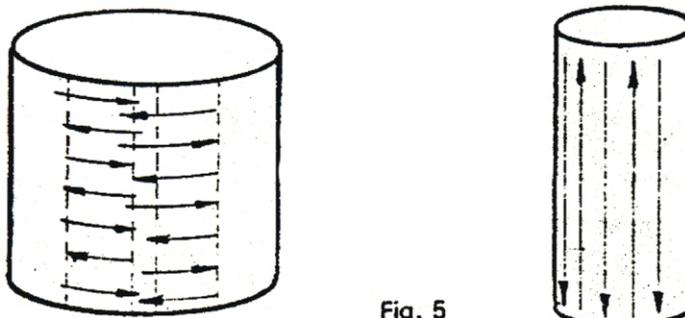

Fig. 5
2) Superfícies cilíndricas (fig. 5).